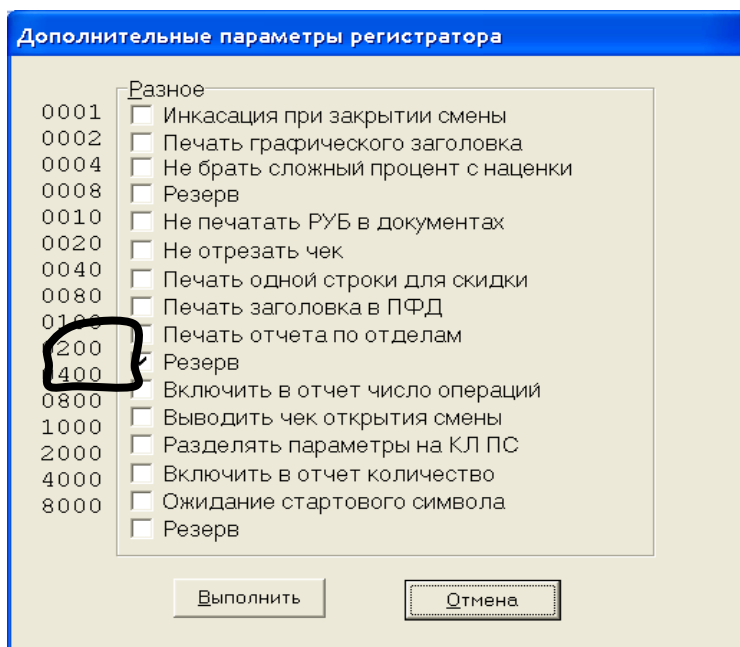

Рис. 21
- поставить галочку для параметра 0200 (дополнительный) (Рис. 21).